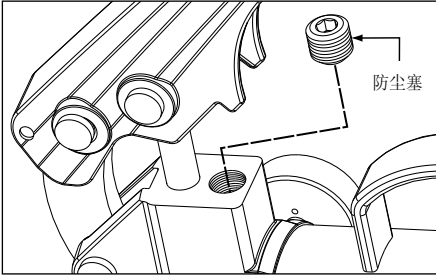

图 12, 溢流阀 (P-18 和 P-39)
2. 仅型号 P-84：在泵的油口“A”安装一个 0-1000 bar [0-15,000 psi] 压力表。在泵的油口“B”安装一个堵头。把控制阀手柄移动到位置 (A)。
- 在型号 P-18 和 P-39 上，溢流阀位于泵头的顶面。见图 12。